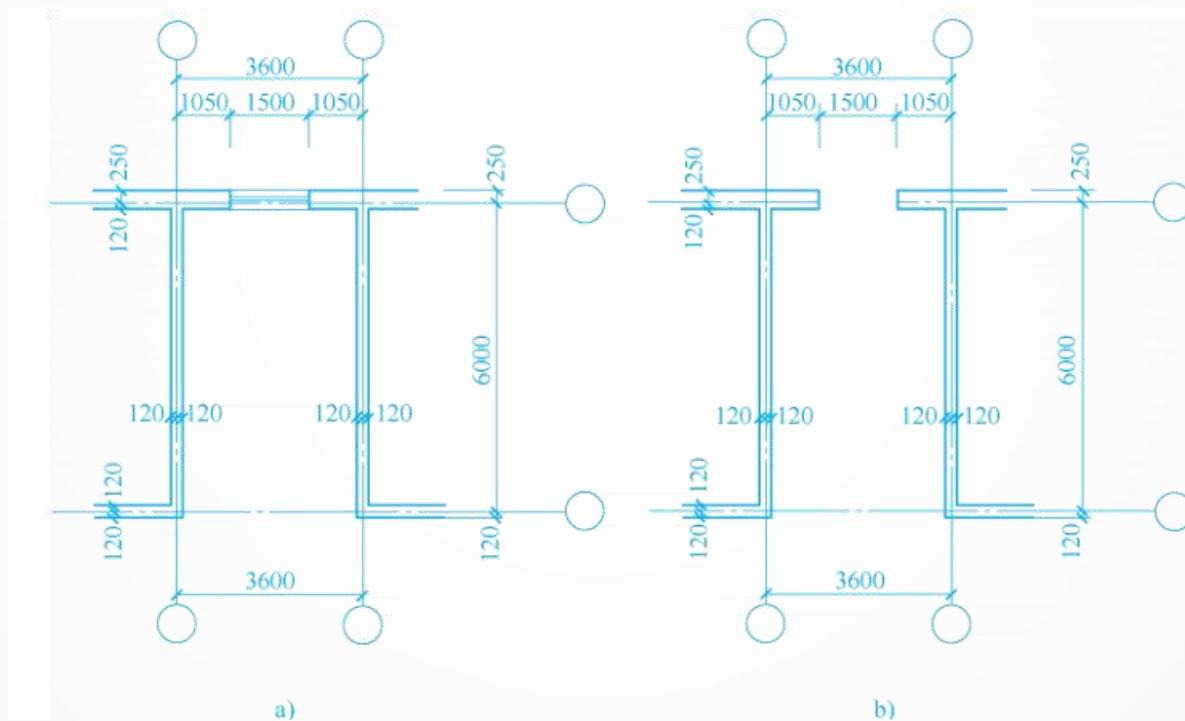

图5-51 设计作业楼梯间平面图
17. 楼梯构造设计作业某四层办公楼，层高3300mm，开敞式楼梯间开间3600mm，进深6000mm，底层楼梯平台下做出入口，室内外高差450mm，试设计一个平行双跑楼梯，楼梯间平面尺寸图如图5-51所示。